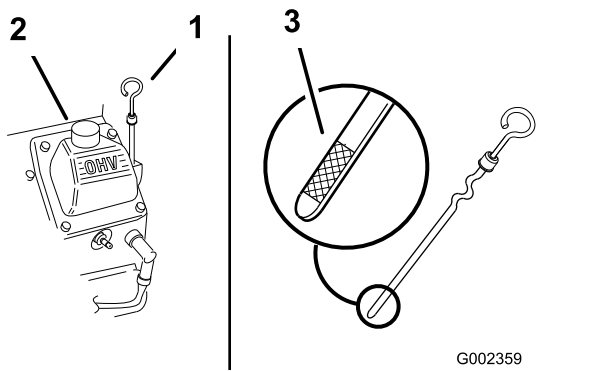

Рисунок 22
3. Очистите поверхность вокруг масломерного щупа (Рисунок 22), чтобы загрязнения не могли попасть в заливное отверстие и привести к повреждению двигателя.
4. Извлеките масломерный щуп и начисто протрите его (Рисунок 22).
5. Вставьте масломерный щуп в трубку заливной горловины до упора (Рисунок 22).
6. Медленно залейте примерно 80% указанного количества масла в заливное отверстие (Рисунок 22).